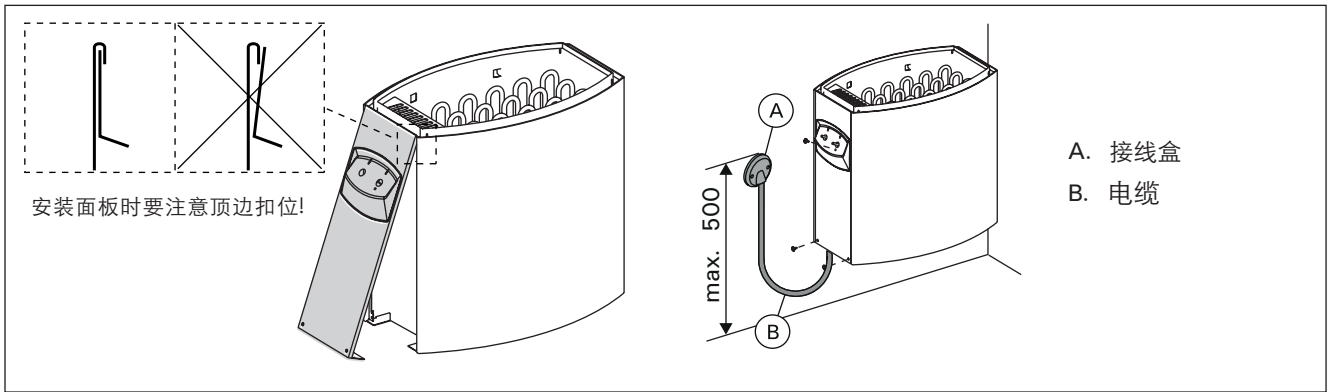

图 8. 安装桑拿炉在墙壁上
- 桑拿炉电线要接到墙壁固定的接线盒上。(见图 8: A)接线盒要有防水溅功能, 离地不许高过500mm毫米。
- 电缆(见图 8: B) 接线电缆类型使用橡胶皮H07RN-F或者相等的。
- 安装面板时要注意顶边扣位。见图 8.